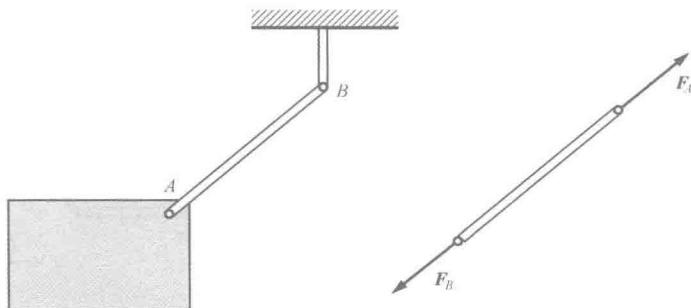

图 1-10
(3) 链杆。两端用光滑销钉与物体相连中间不受力的刚杆（直杆或弯杆）称为链杆。这种链杆常被用来作为拉杆或支撑，用两端的铰链连接物体。这种链杆只能阻止物体上与链杆连接的一点沿着链杆中心线趋向或离开链杆的运动。所以链杆的约束力沿着链杆中心线，指向不定，如图 1-10 所示。